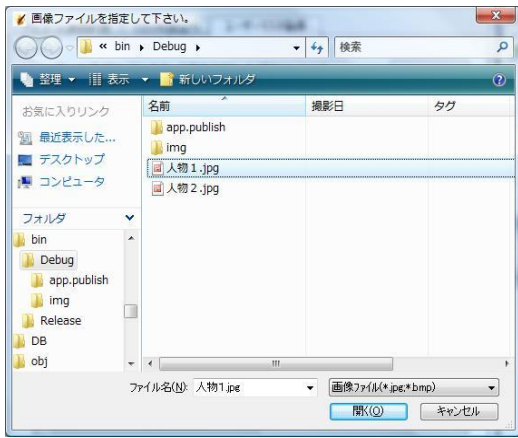

図 75 画像ファイルの指定
⑤ ユーザーの写真を登録する場合は、ユーザーを選択後、「画像取込」ボタンをクリックし、画像取込ダイアログボックスから画像ファイルを指定します。(図 75)
⑥ [編集終了] ボタンをクリックすることにより入力した内容が保存されます。